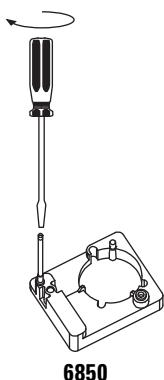

図 17 取り付けポストの装着 (6850 GC)
- **6850 シリーズ GC。** 注入口取り付けブラケットを装着します。注入口ネジを緩め、ポストを取り付けてネジを締めます。ポストを最後まで回しきる必要があります (図 17 を参照)。